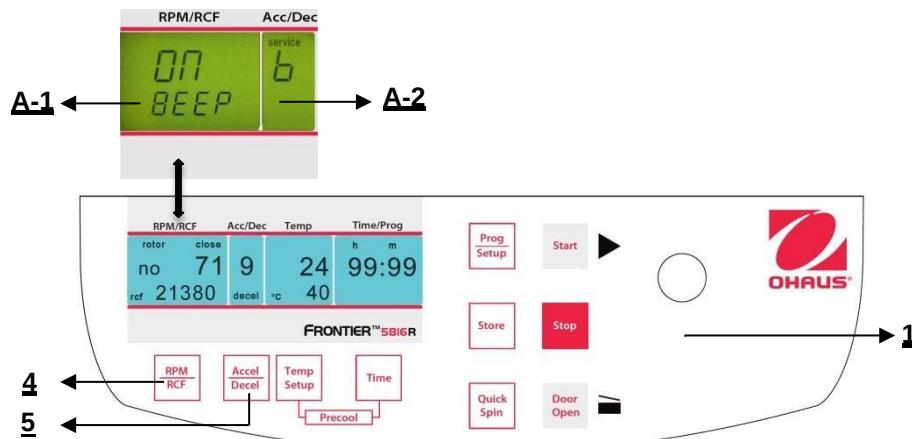

Abbildung. 38
Fahren Sie fort wie unter Punkt 4.1.1 beschrieben, um in den Programmmodus einzutreten und drücken Sie dann die Taste **"Accel/Decel"** (5). Auf der Anzeige **"Acc/Dec"** (A-2) blinkt das Wort **"Service"**. Wählen Sie nun den Buchstaben **"B"** mit Hilfe des Anpassungsknopfes (1). Als Ergebnis erscheinen auf der Anzeige **"RPM | RCF"** (A-1) die Worte **"ON/BEEP"**. Nach dem Drücken der Taste **"RPM | RCF"** (4) können Sie das Tastaturgeräusch mit dem Anpassungsknopf (1) ein- (On) oder ausschalten (Off). (Siehe Abbildung 38).